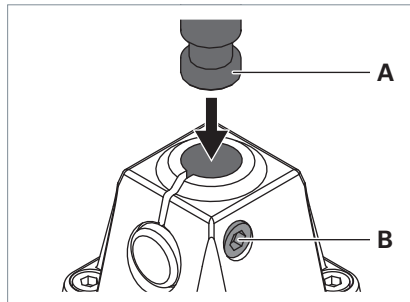

Fig. 3: Montare l'apparecchio d'illuminazione sull'elemento di fissaggio.
- ▶ Rimuovere la vite **B** dall'elemento di fissaggio, vedi Fig. 3.